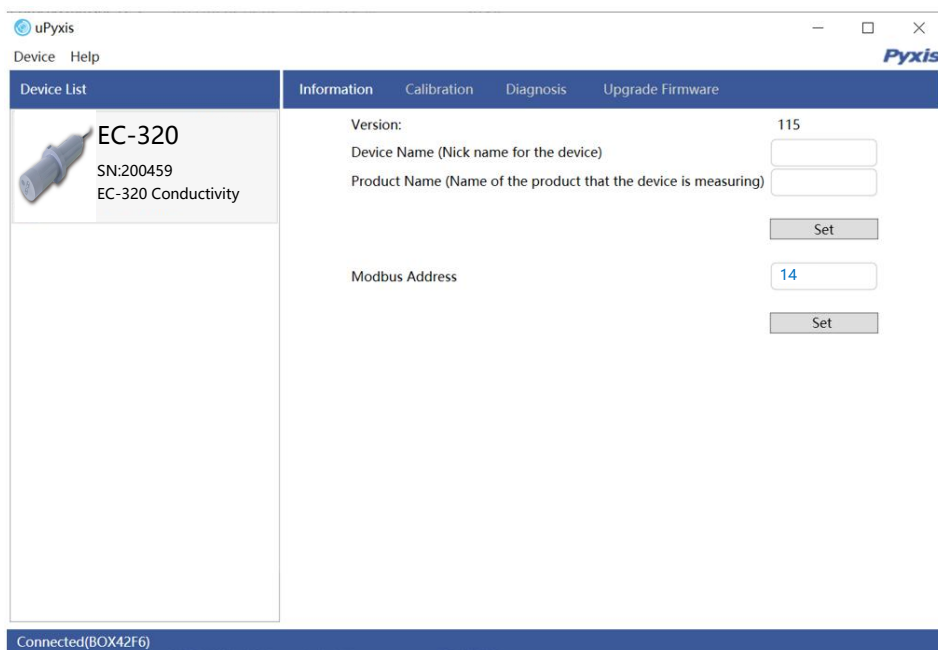

图 4-9 电脑版探头信息
5. 建立连接后，EC-320 系列探头系列号和当前的溶液中电导率读数显示在信息页面的左侧（图 4-9）。在此页面中，可以看到探头名称，探头的 Modbus 地址可以更改。